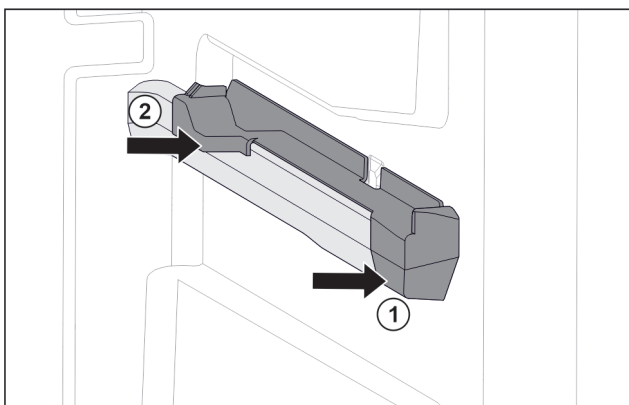

Fig. 118 Aufsteckteil auf der rechten Behälterrippe
- ▶ Aufsteckteil vorne an Behälterrippe ansetzen. Fig. 118 (1)
- ▶ Aufsteckteil hinten andrücken. Fig. 118 (2)